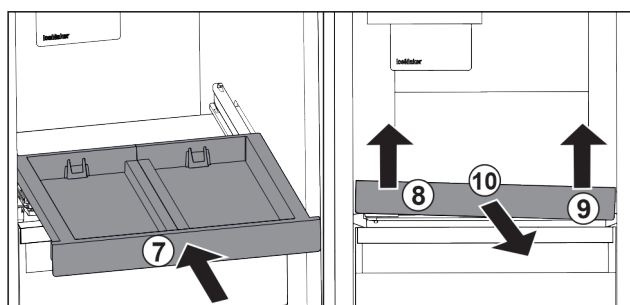

Fig. 101
- ▶ Вкарайте изтеглящата се дъска. Fig. 101 (7)
- ▶ Повдигнете изтеглящата се дъска отпред отляво. *Fig. 101 (8)*
- ▶ Повдигнете изтеглящата се дъска отпред отдясно. *Fig. 101 (9)*
- ▶ Извадете изтеглящата се дъска напред. *Fig. 101 (10)*